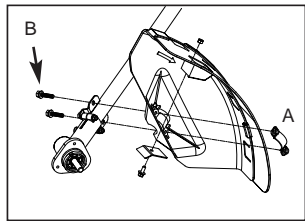

Fig. 3
2. Placez la protection sur l'arbre de coupe, puis installez la pince (A) sur la protection. (Fig.3)
3. Serrez les vis (B).